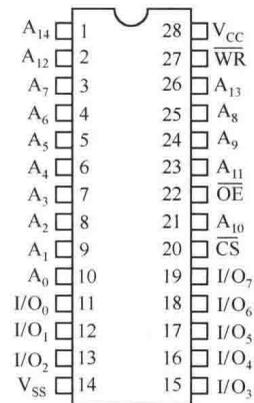

图 5-14 62256 引脚
**【例 5-2】** 设计一个 RAM 扩展电路，容量为 32K 字，地址从 10000H 开始，芯片采用 62256。图 5-14 为 62256 的引脚图。